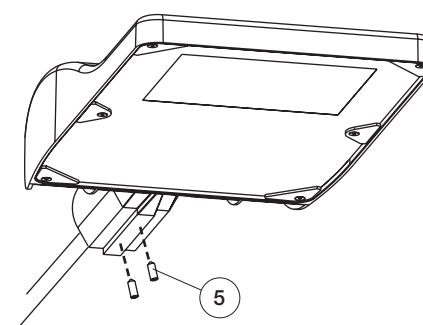

Fig.1
1. Regolare l'apparecchio a seconda del tipo di installazione prevista (vedi Fig.1 o Fig.2) svitando completamente le viti (1) che fissano il testapalo (2) al corpo (3). Configurato il testapalo (2), serrare a fondo le viti (1).
2. Collegare al cavo di alimentazione il cavo in uscita (4) dall'apparecchio e assicurare una connessione stagna.